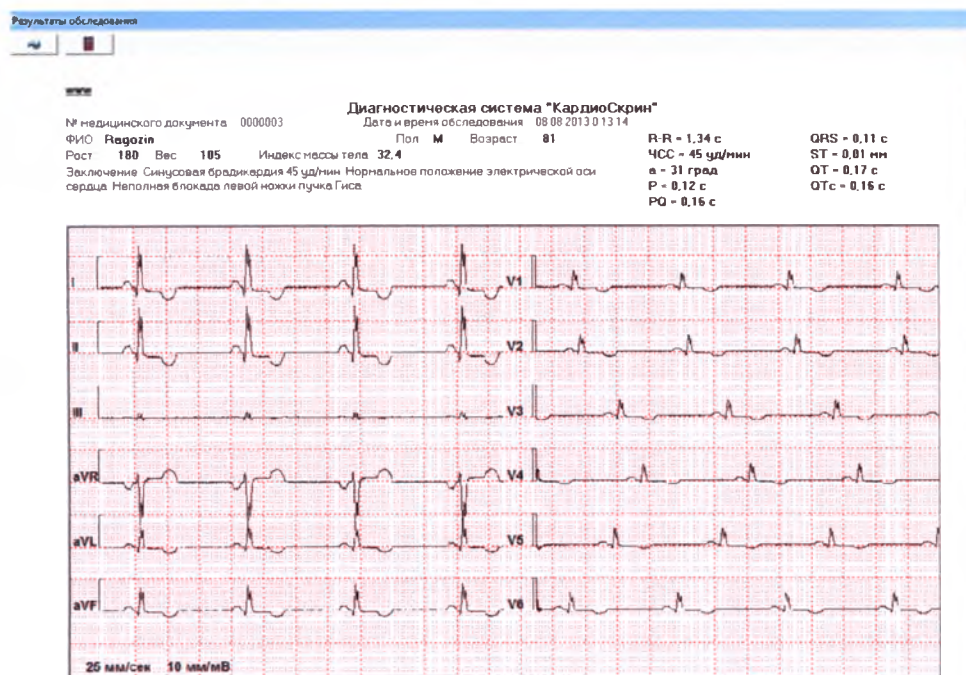

Рис. 19. Просмотр протокола по дате обследования перед печатью
- в появившемся на экране протоколе (рис. 19) щелкнуть указателем мыши на символе печатающего устройства.